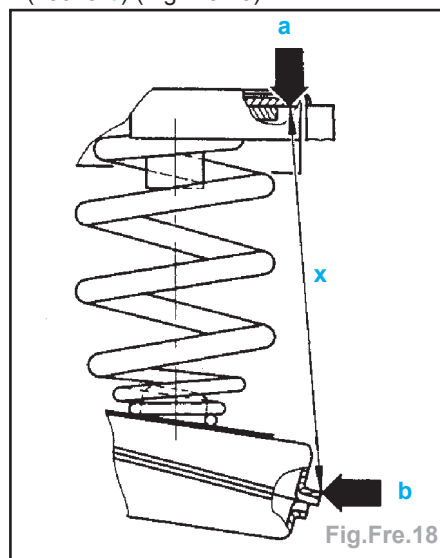

Fig.Fre.18
**Nota** : La mesure est effectuée depuis la plaque en tôle du logement de ressort (flèche **a**) jusqu'au bord supérieur du trou de montage du bras de guide (flèche **b**) (Fig.Fre.18).